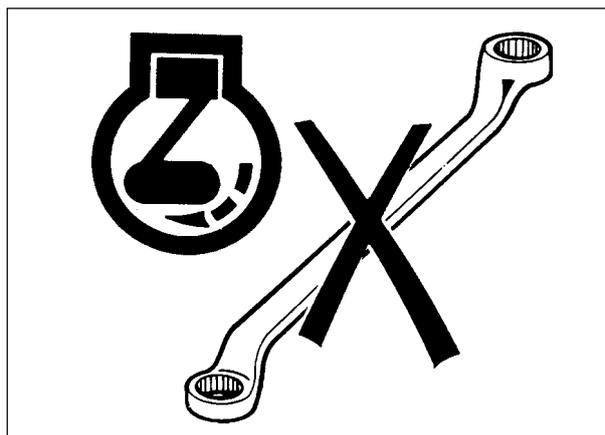

Fig.2-9
- NÃO efectue a manutenção do tractor enquanto o motor estiver a funcionar ou quente, ou com o tractor em movimento (Fig.2-9).